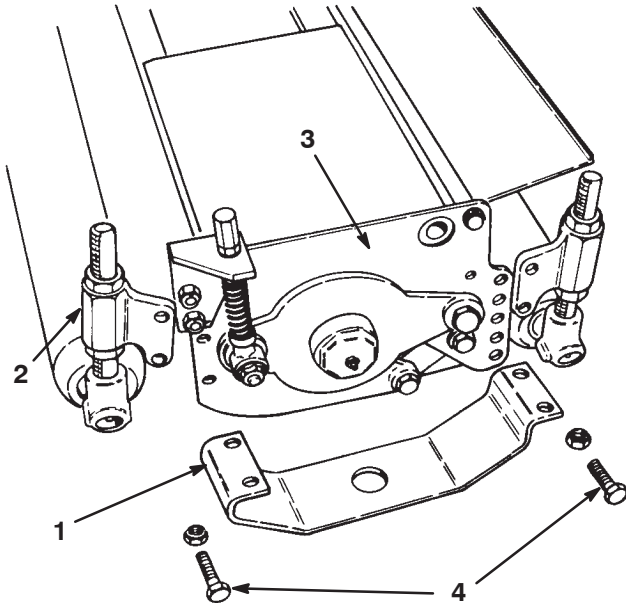
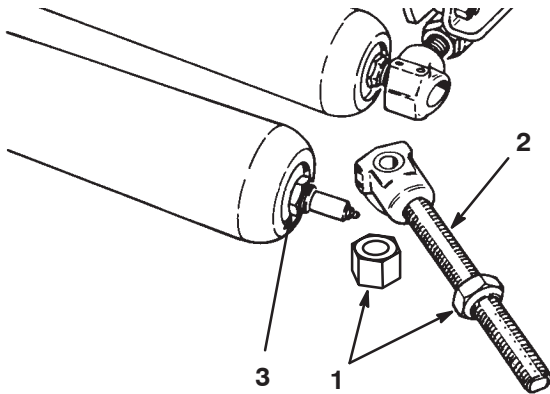

Bild 33
Bild 34
1. Nehmen Sie die Befestigungen ab, mit denen die Schutzvorrichtung und das Rolleneinstellgehäuse an der Seitenplatte befestigt sind (Bild 33). Sie können auch die konische Mutter abschrauben und die Gewindestange aus dem Einstellgehäuse herausnehmen (Bild 34).
Wichtig Wenn Sie eine neue Rolle am Mähwerk montieren, befestigen Sie die Rolle, sodass die Sicherungsmutter der Rollenwelle an der rechten Seite des Mähwerks ist (Bild 34) (aus Fahrersicht vom Fahrersitz). Dies verhindert ein Lockern der Sicherungsmutter beim Einsatz.
2. Die Gewindestange und der Kranz können von der Rolle abgenommen werden. Schieben Sie sie an beiden Seiten von der Welle (Bild 34).